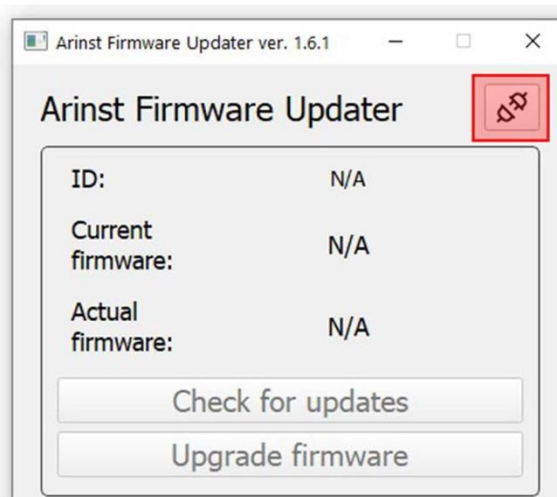

Рисунок A2.1 – Подключение прибора к ПК
- 2.3. Нажмите на кнопку⁹ подключения прибора к вашему ПК (Рисунок A2.1).